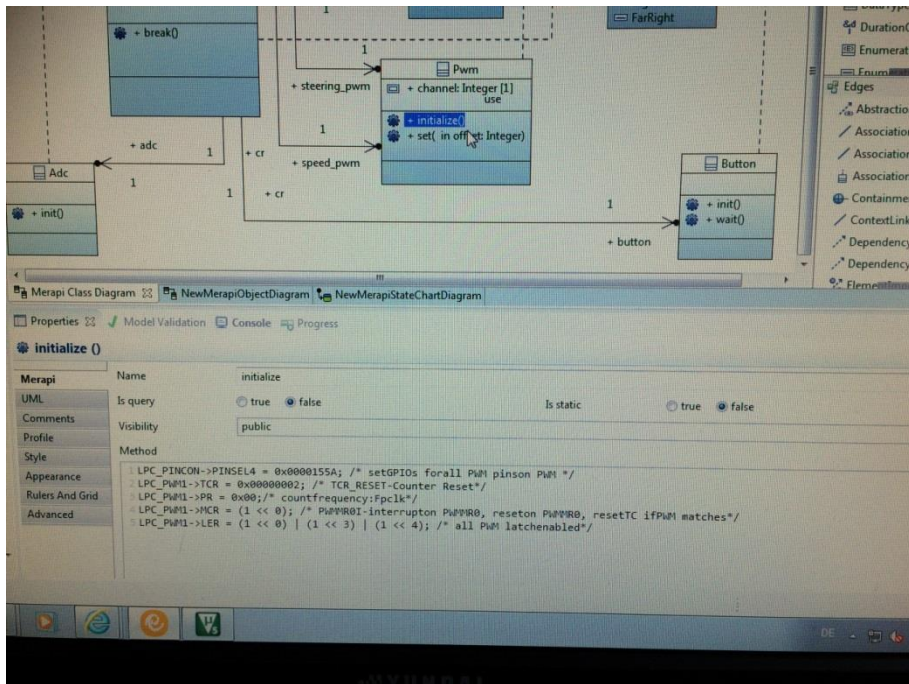

Abbildung 10: Pwm\_initialize
- ➔ Die Pwm-Klasse nutzt speed und steering. In die initialize-Methode wird die Pulsweitenmodulation initialisiert (siehe Abbildung 10)